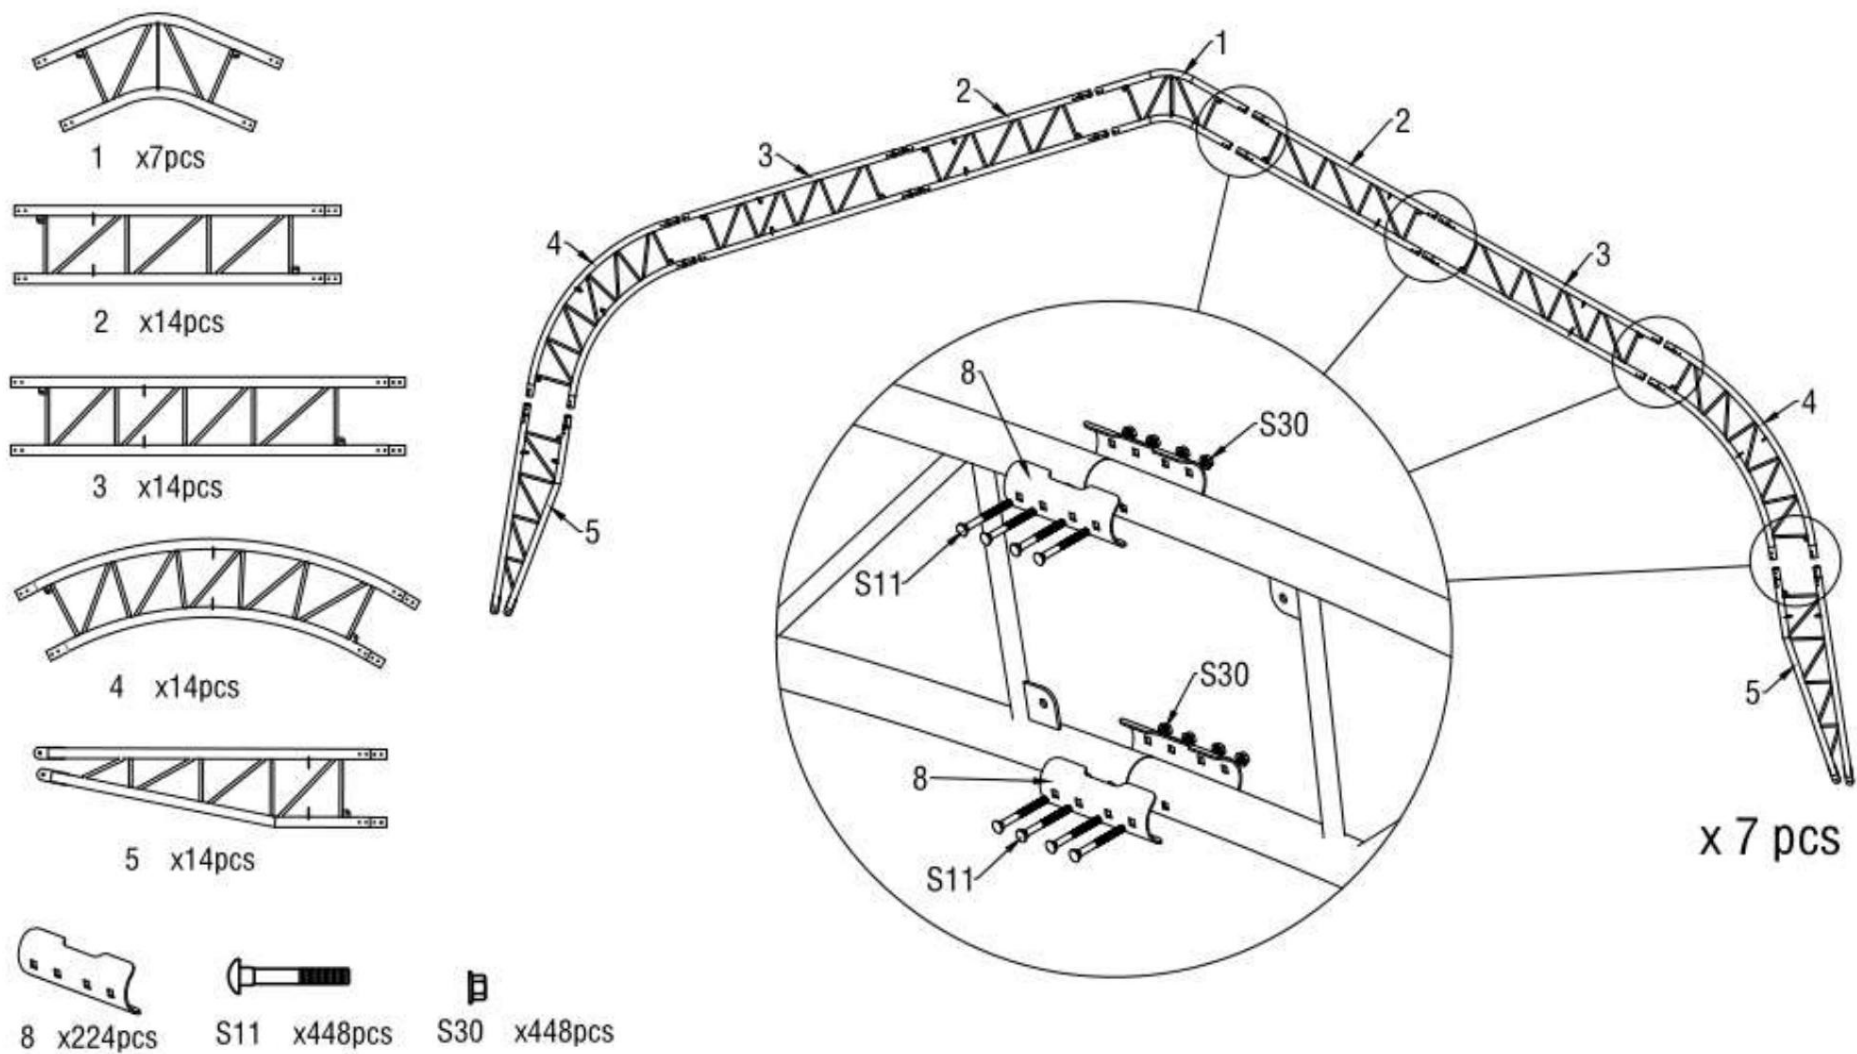

Figure 4
2. Comme illustré sur la figure 4, repérez un tube de toit supérieur (n° 1), deux tubes de courbure supérieurs de toit (n° 2), deux tubes de courbure centraux de toit au niveau de l'épaulement (n° 3), deux tubes de courbure inférieurs latéraux (n° 4) et deux tubes de courbure inférieurs (n° 5). Assemblez chaque groupe d'arches à l'aide d'une vis M10x90 (n° S11). NE PAS installer la vis sur la partie supérieure de la ferme, là où reposera la toile.